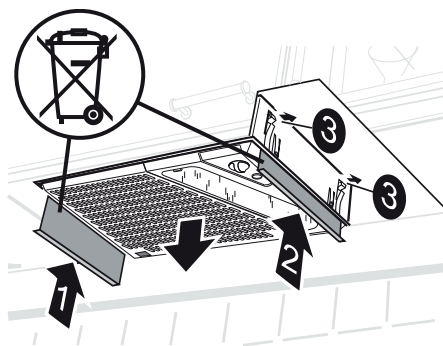

Fig.5
Tryck upp demonteringsplåtarna (1 och 2) mellan spisfläkten och inbyggnadsramen, så att fjäderna (3) frigörs. Dra ner spisfläkten från inbyggnadsramen, Fig.5.